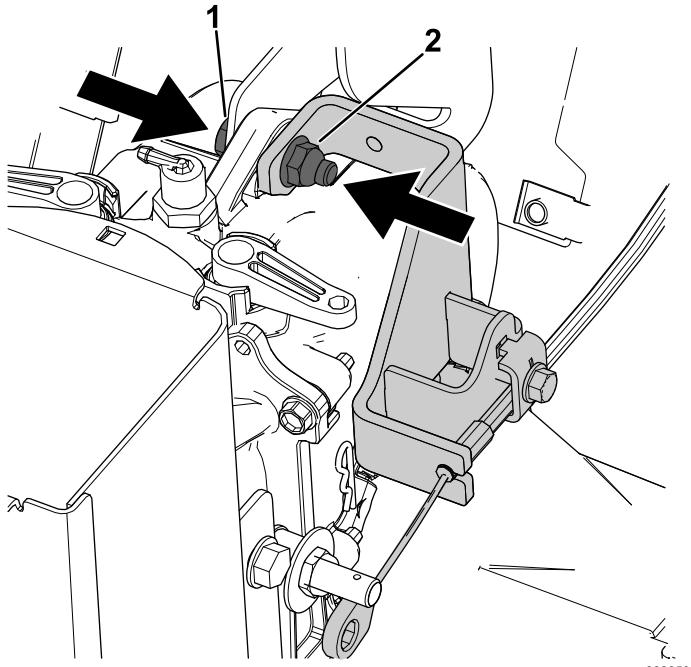

Figure 15
- A. Fixez le haut du support sur la transmission hydrostatique et la patte à l'aide du boulon (5/16" x 1 $\frac{1}{4}$ ") et du contre-écrou (5/16") neufs (Figure 15).